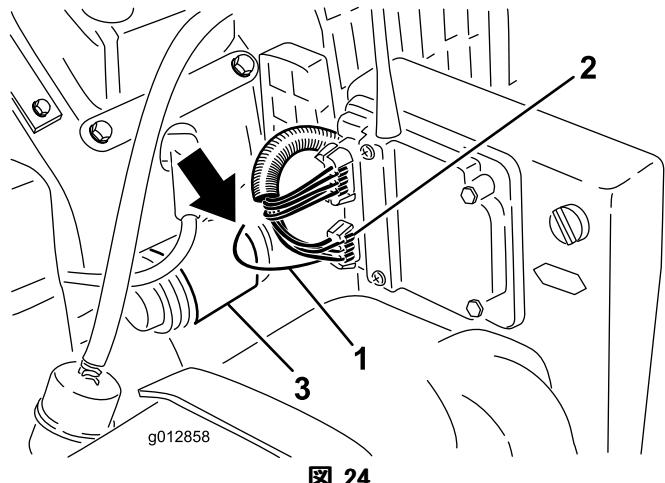

図 24
1. ワイヤ・ハーネスに折込んでいる黒と黄色のストライプの電気コード(レシーバの6ピンコネクタから出ている)を探し出す(図 24)。この電気コードをチューブから引き出す。